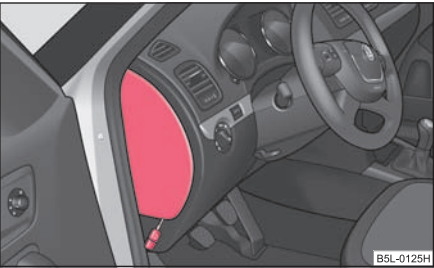

Fig. 232 Cubierta de fusibles: lado izquierdo del cuadro de instrumentos
- Introducir una llave en la abertura situada en la parte inferior del cuadro de instrumentos ⇒ fig. 232 y quitar la tapa lateral o la cubierta en el vano motor ⇒ página 264.